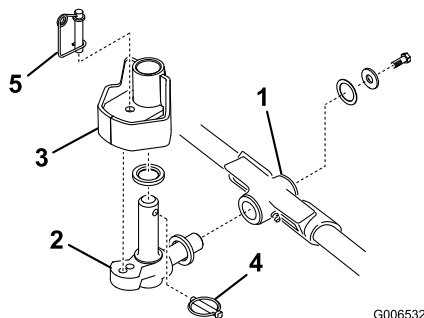

Figura 13
1. Introduzca una arandela de empuje en el eje horizontal del pivote tal y como muestra Figura 13.
2. Introduzca el eje horizontal del pivote en el tubo de montaje del bastidor de tiro (Figura 13).
3. Fije el pivote al bastidor de tiro con una arandela de empuje, una arandela plana y un tornillo de caperuza con arandela prensada (Figura 13).
4. Introduzca una arandela de empuje en el eje vertical del pivote (Figura 13).
5. Si no está ya instalado, introduzca el eje vertical del pivote en el buje de pivote del brazo de elevación (Figura 13). Guíe el pivote a su lugar entre las dos piezas de goma de centrado del lado inferior de la chapa de dirección del brazo de elevación.
6. Introduzca el pasador de seguridad en el taladro transversal del eje del pivote (Figura 13).
Nota: Si se requiere fijar la posición de la unidad de corte, introduzca el pasador de bloqueo de la dirección en el taladro de montaje del pivote (Figura 13).
11. Enganche el alambre del muelle alrededor de la parte inferior del pasador de bloqueo de la dirección (Figura 13).